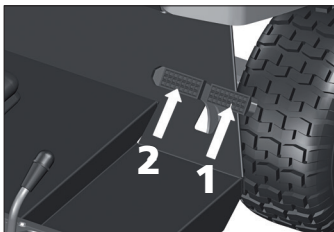
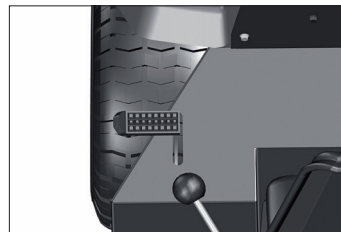

Fig. 20
Fig. 21
Para andar à frente, pressione o pedal de avanço (1). Para andar à ré, pressione o pedal de recuo (2). Quanto maior for a pressão exercida sobre o pedal, maior será a velocidade [Fig. 20]. O pedal de freio é utilizado para reduzir a velocidade do cortador até a parada total [Fig. 21].